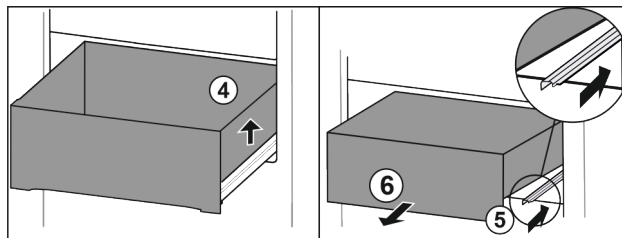

Fig. 83
- Lyft utdragslåda på höger sida. Fig. 83 (4)
- Skjut in höger skena. Fig. 83 (5)
- Ta ut utdragslåda genom att dra den framåt. Fig. 83 (6)